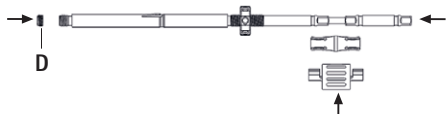

Afb. 10
- Schroef de spanmoer **C** op de binnenhuls, zie Afb. 10.